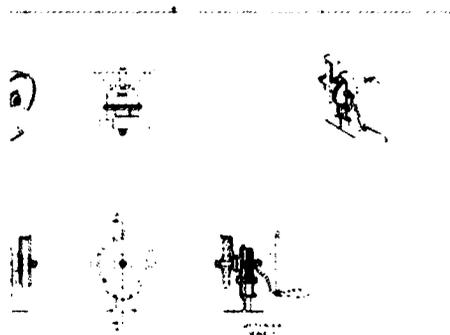

Рис. 6.1. Размещение изометрического вида сечения
3. Щелкните на странице, чтобы поместить вид, затем щелкните правой кнопкой мыши и выберите **Создать** из контекстного меню для генерации вида, как показано на рис. 6.1.